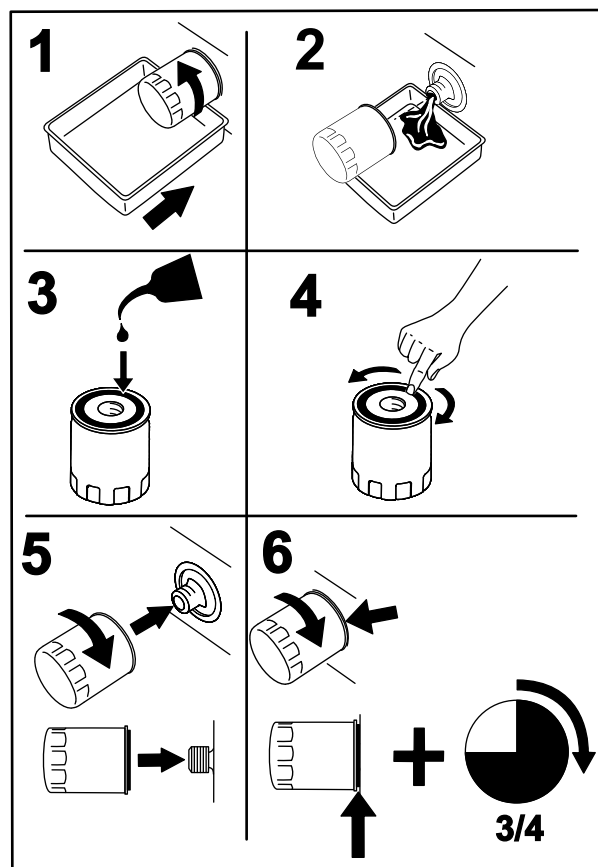

Figure 71
8. Placez un bac de vidange sous le filtre du collecteur (Figure 71).